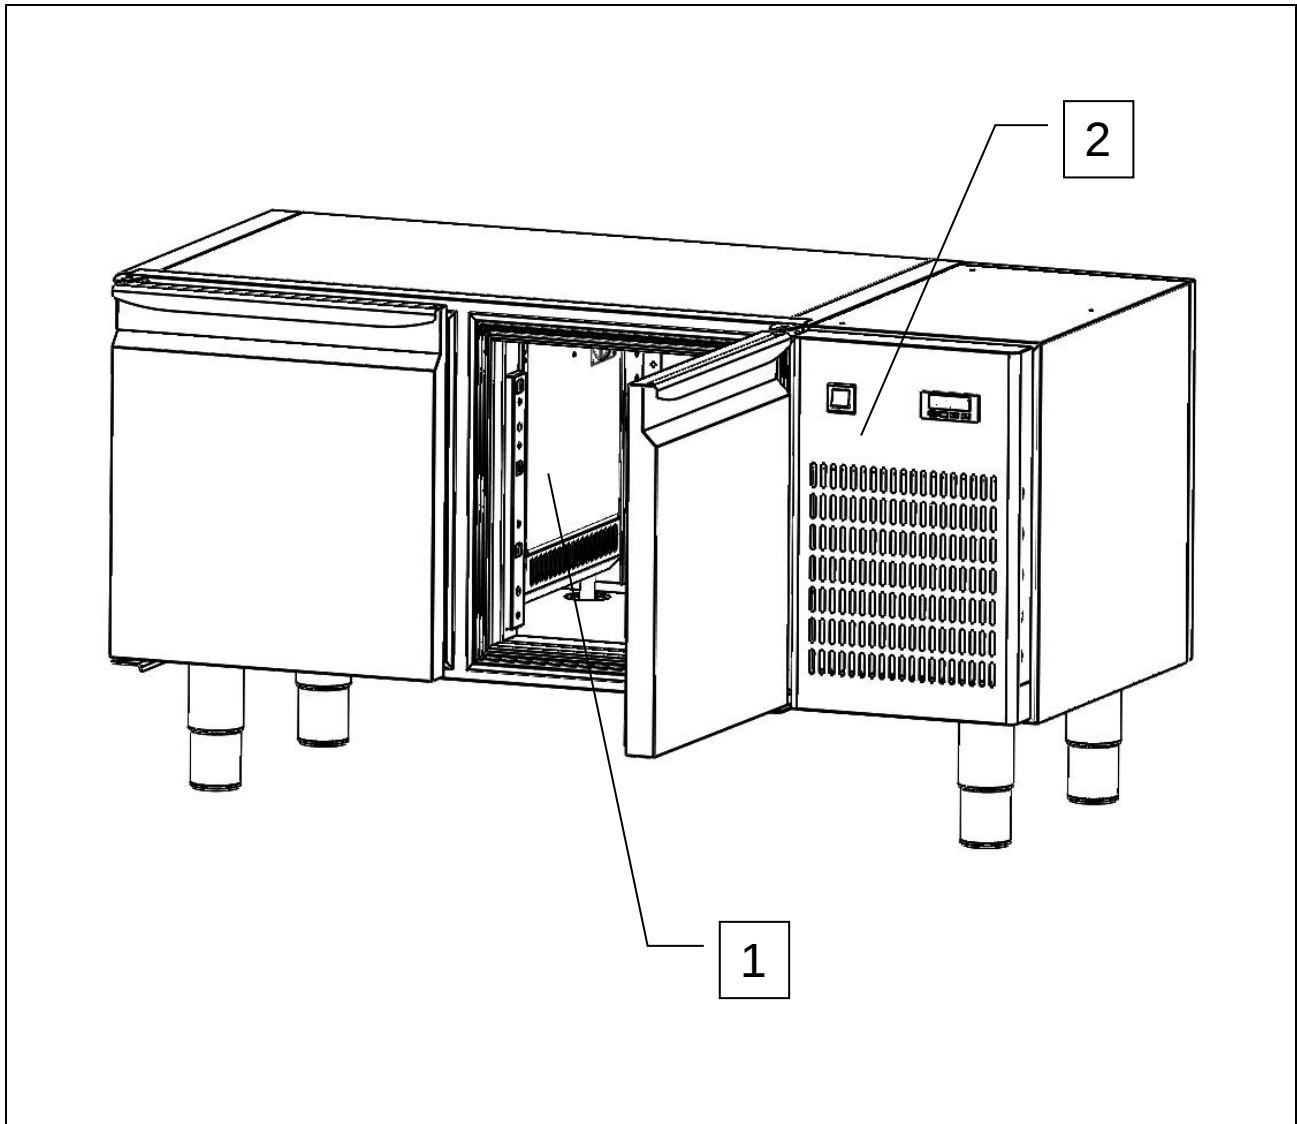

Fig. 5
- **parete inox interna** a copertura dell'evaporatore e delle ventole interne (rif. 1, fig. 5);
- pannello frontale a copertura del ventilatore condensatore (rif. 2, fig. 5).